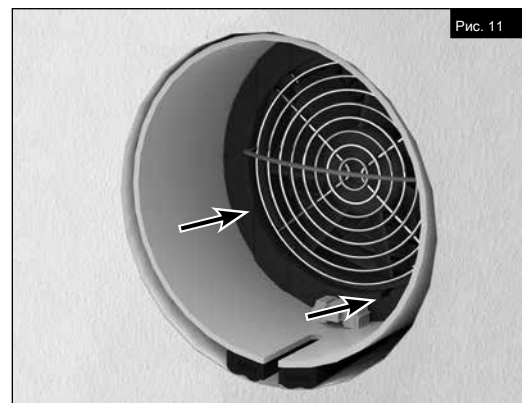

Рис. 11
6. Вставьте устройство в монтажную втулку для настенного монтажа до контакта с фасадной панелью (см. Рис. 11).